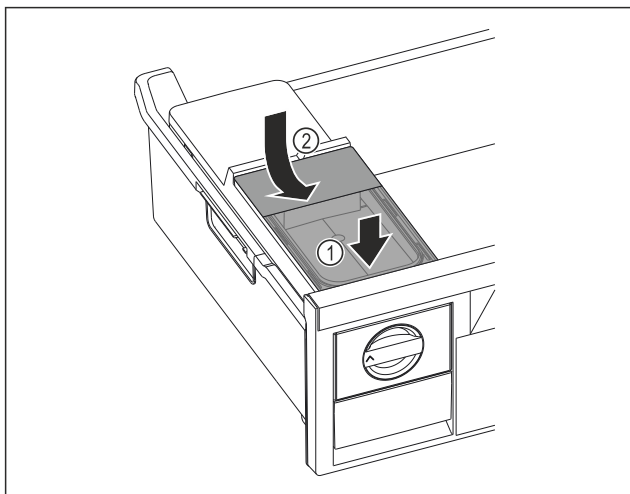

Fig. 122
- Postavite spremnik za vodu sprijeda. Fig. 122 (1)
- Spustite spremnik za vodu straga. Fig. 122 (2)